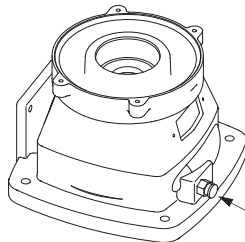

Рис. 6 Положение вентиляционного клапана
2. Если насос оснащён вентиляционным клапаном, клапан следует открыть, см. рис. 6.